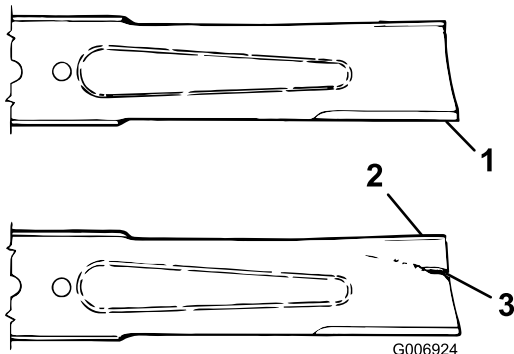

Figura 64
3. Examine cuidadosamente as extremidades da lâmina, prestando especial atenção à zona onde se encontram as partes curvas e planas da lâmina (Figura 64).
4. Se verificar que esta zona se encontra desgastada (Figura 64), substitua a lâmina; consulte Manutenção da plaina da lâmina (página 52).